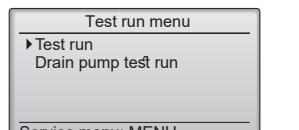

Fig. 7-2
- Seleccione "Test run" (Modo prueba) desde el menú Modo prueba, y pulse el botón [SELECT/HOLD]. (Fig. 7-2)